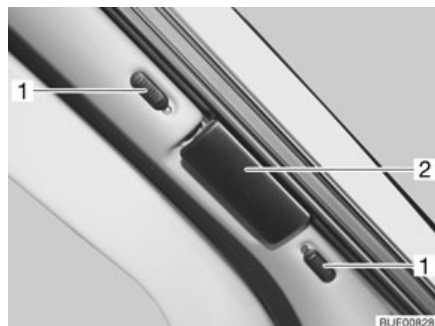
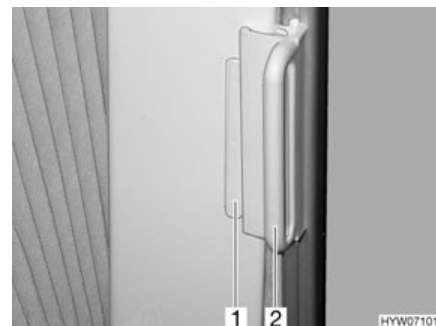

Fig. 59 Dispositif occultant plissé pour le pare-brise
Fig. 60 Dispositif occultant plissé pour les fenêtres côté conducteur et passager
- Pousser les boutons de verrouillage du dispositif occultant plissé pour le pare-brise (Fig. 59,1) vers le bas ou vers le haut. Si le point rouge est visible, le dispositif de verrouillage est ouvert.
- Saisir les dispositifs occultants plissés par la poignée (Fig. 59,2 et Fig. 60,2) et tirer avec précaution jusqu'à ce que le blocage magnétique les maintienne fermés.
- Pousser, sur les dispositifs occultants plissés pour les fenêtres côté conducteur et côté passager, la poignée (Fig. 60,2) sur la pièce de fixation (Fig. 60,1). Le dispositif occultant plissé est bloqué.